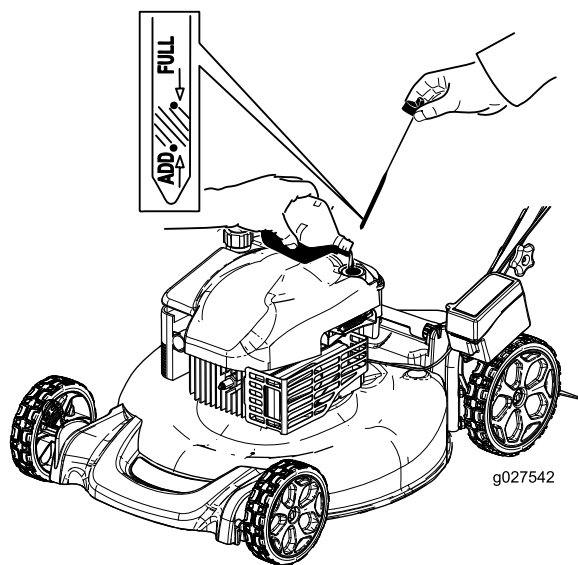

Figure 25
12. Sortez de nouveau la jauge et vérifiez le niveau d'huile (Figure 25).